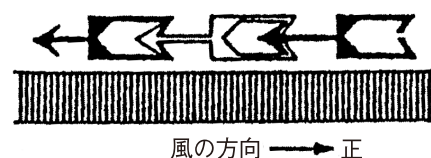

図 3
- 注 1. 取付時ダクトの方向は正しく施工してください。逆方向に取付けると風量が低下し運転に支障が生じます。(図3) また、ダクトを接続する場合は、ご使用機種の最大可能延長長さの指定内にてご使用ください。(使用口径も必ず指定のサイズをご使用ください。) 指定外の仕様でご使用になりますと、故障の原因となります。